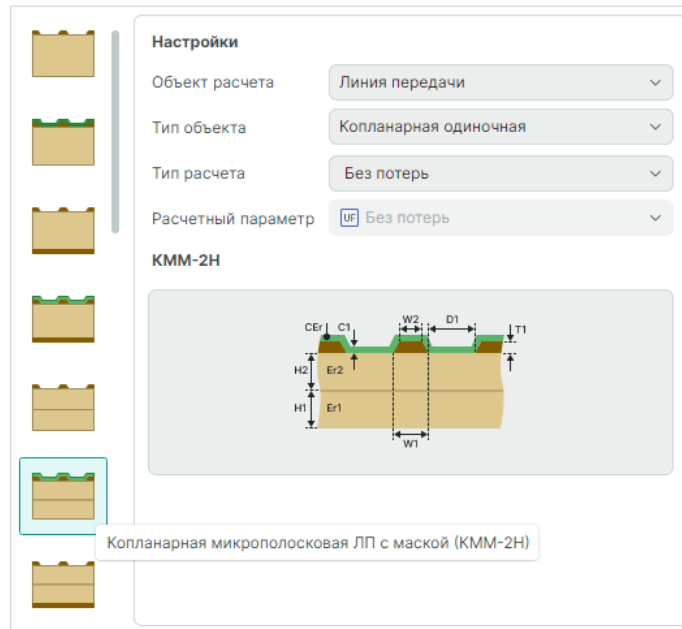

Рис. 40 Стартовые настройки расчета
1. Определите стартовые настройки расчета (Рис. 40):